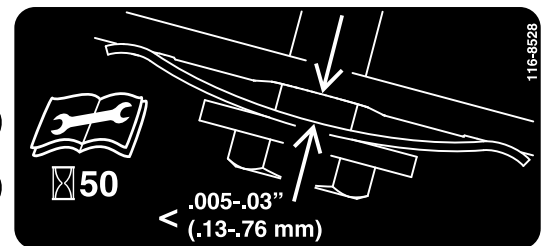

Bild 32
3. Halten Sie eine Fühlerlehre mit einem Abstand von 0,13 mm bis 0,76 mm gegen die Wand und schieben sie nach unten hinter die Riemenspannungsfeder, siehe Bild 32.